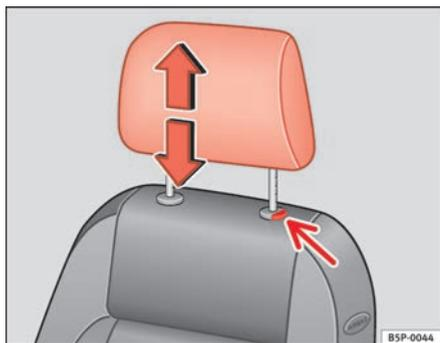

Fig. 66 Regulação ou desmontagem dos encostos de cabeça
- Premir o botão ⇒ fig. 66 (seta).